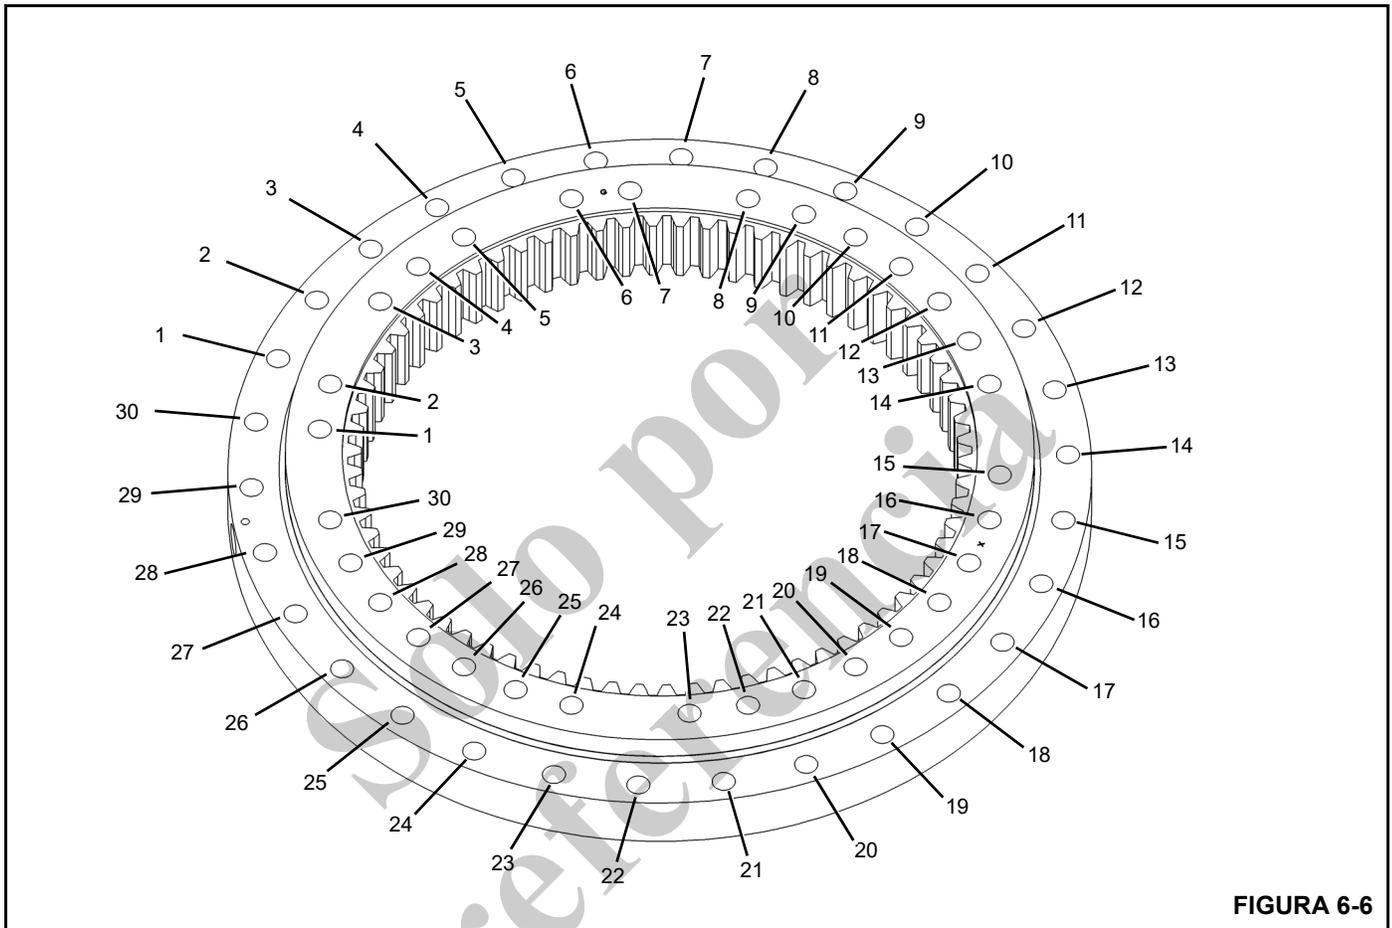

FIGURA 6-6
La pista interior del cojinete se fija a la torreta por medio de 30 pernos de grado 8 de 1 pulg (Figura 6-6). La pista exterior
del cojinete se fija al chasis por medio de 30 pernos de grado 8 de una pulgada (Figura 6-6).
3. Apriete todos los pernos a un 80 % del valor de par de apriete total de 908 Nm  $\pm$  35 Nm (670 lb-ft  $\pm$  26 lb-ft) siguiendo una secuencia de patrón en estrella como se muestra en la (Figura 6-6), comenzando con el perno número 1.